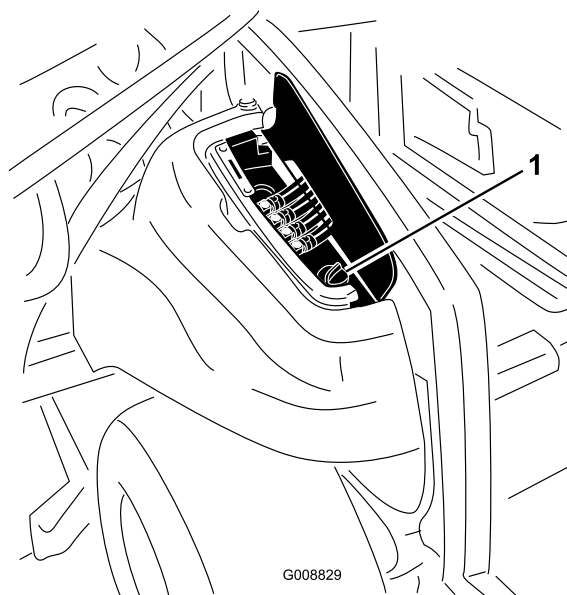

図 88
2. 機体右側のアクセスカバーを開くと油圧タンクのキャップがある (図 88)。
3. 油圧オイルタンクの注油口周辺をきれいに拭き、キャップ (図 88) を外す。給油口からキャップを取る。